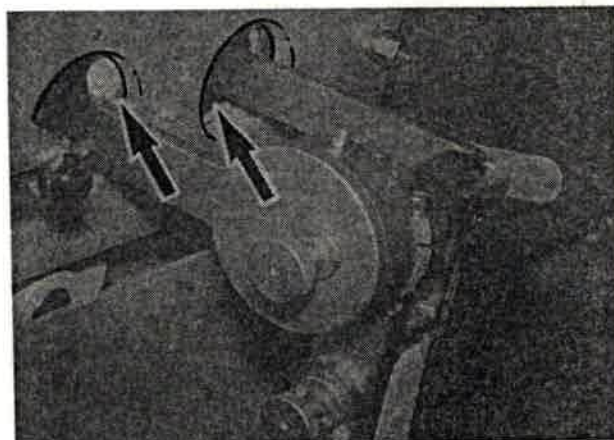

Bild 274
– und die Drehzylinder (Bild 274/Pfeile) drehen sich bei eingeschalteter Dosierung nicht mit, ist der Bolzen im Antrieb der Drehzylinder abgesichert.